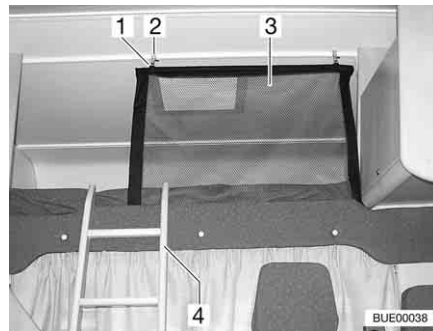
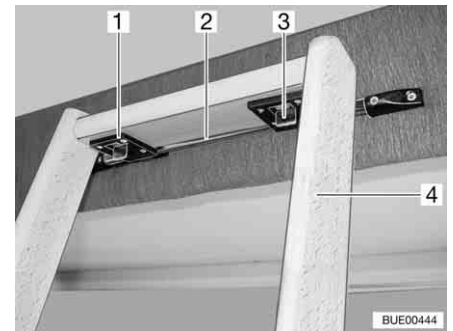

Fig. 109 Cama de alcoba
Fig. 110 Escalera de ascenso, bloqueo
Para subir a la cama de alcoba, utilizar la escalera de ascenso (Fig. 109,4 y Fig. 110,4) equipada de serie.
- Enganchar la escalera con los dos ganchos (Fig. 110,1) en la barra (Fig. 110,2) del panel de la alcoba.
- Correr los dos bloqueos (Fig. 110,3) hacia adelante.
La red de seguridad (Fig. 109,3) viene de serie entre el colchón y el somier. Tender la red de seguridad cuando las personas ya se encuentren en la alcoba.
- Enganchar el soporte (Fig. 109,1) en las argollas en el techo (Fig. 109,2).